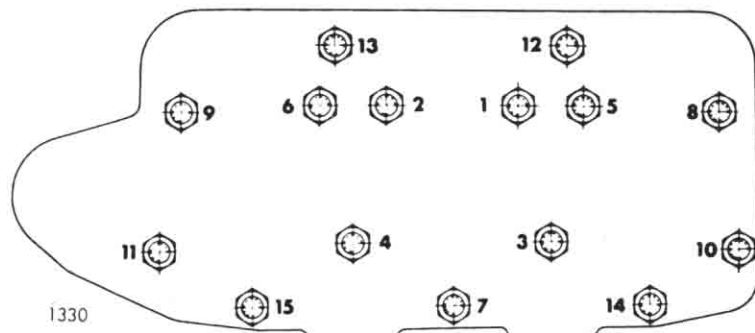

Fig 13. Dragning av cylinderlocks-
15. Montera cylinderlocket, ventilstängerna, ventilhattarna och ventilmekanismen. Dra cylinderlocksmuttrarna 20 kpm (145 lb.ft.), se fig 13.